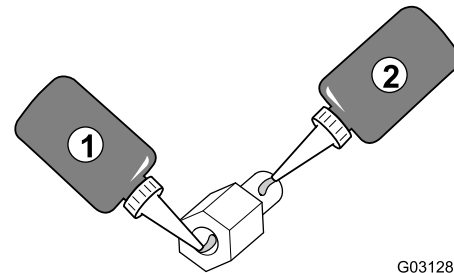

Figura 150
2. Aplique una capa de fijador de roscas (capilar – resistencia media alta) a las roscas de la porción de la tuerca del separador roscado (Figura 150).
porción del espárrago del separador roscado (Figura 150).